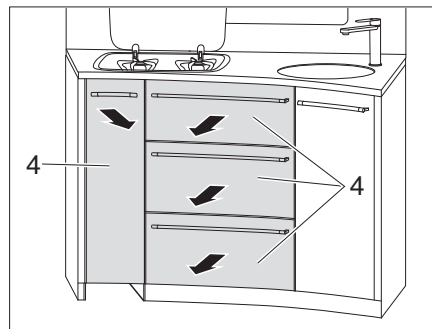

Fig. 127 Retirer le tiroir de cuisine
- Retirer le tiroir de cuisine (Fig. 127,4).